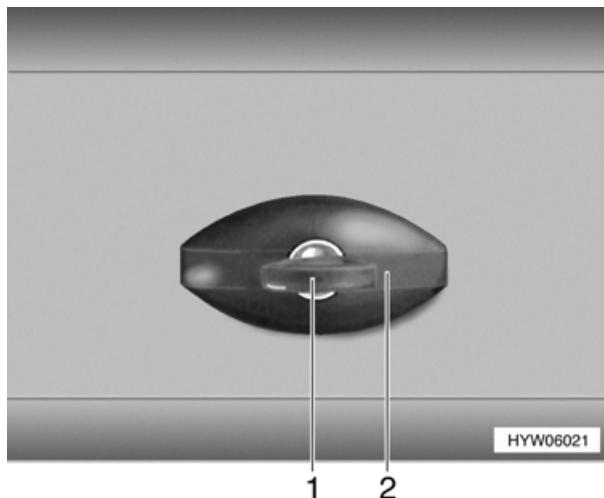

Fig. 18 Serratura dello sportello (variante 1)
- ▷ In caso di pioggia è possibile che dell'acqua penetri nella serratura aperta dello sportello. Chiudere perciò la maniglia della serratura (Fig. 18,2) come illustrato in Fig. 18.
- Inserire la chiave nel cilindro della serratura (Fig. 18,1) e girare in senso antiorario di un quarto di giro. La maniglia della serratura (Fig. 18,2) scatta all'infuori.
- Girare la maniglia della serratura in senso orario (Fig. 18,2) fino in posizione orizzontale. La serratura dello sportello è ora bloccata, ma non è chiusa.
- Inserire la chiave nel cilindro della serratura (Fig. 18,1).